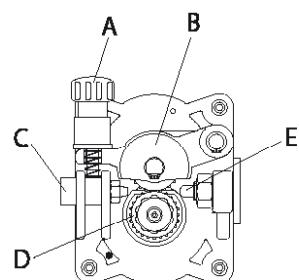

FIG. 6
- Allentare ed abbassate la manopola in plastica (A) e rilasciate la leva premifilo (B)(Fig.6). Estraete eventuali residui di filo dalla guaina guidafilo (E).
- Rilasciare il filo dalla bobina e tenetelo stretto con un paio di pinze in modo che non possa srotolarsi. Se necessario, raddrizzatelo prima di inserirlo nella guida di entrata (C) del filo. Inserirvi il filo facendolo passare sopra al rullino inferiore (D) e nella guaina guidafilo (E).
- Aprite il pannello laterale. Allentate ed abbassate la manopola in plastica (A) e rilasciate la leva premifilo (B) (Fig.6). Tagliate il filo (qualora sia già stato caricato) tenendolo sempre stretto con delle pinze in modo che non si srotoli e legatelo sull'apposito foro sul rocchetto. Svitate l'ugello e togliete la punta dalla torcia e con un paio di pinze sfilare il filo dalla guaina.